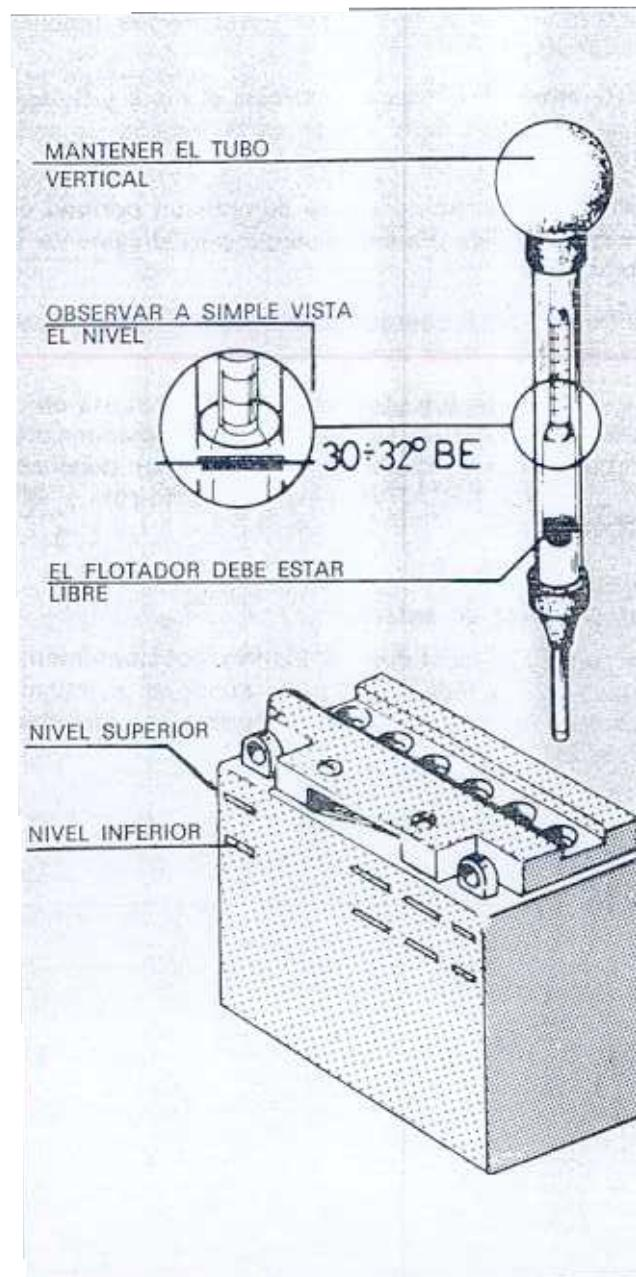

Fig. 32 E
(Fig. 32 E)
1. Quitar la cinta adhesiva y los tapones, llenar los elementos con ácido sulfúrico de calidad adecuada para acumuladores, de peso específico $1,26 \div 30^\circ$ Be, a una temperatura no inferior a 15° C hasta el nivel superior (Fig. 32 E).
El nivel del electrolito, que debe ser controlado frecuentemente, debe rozar justamente el nivel superior (Fig. 32 E). Para restablecer el nivel emplear agua destilada.